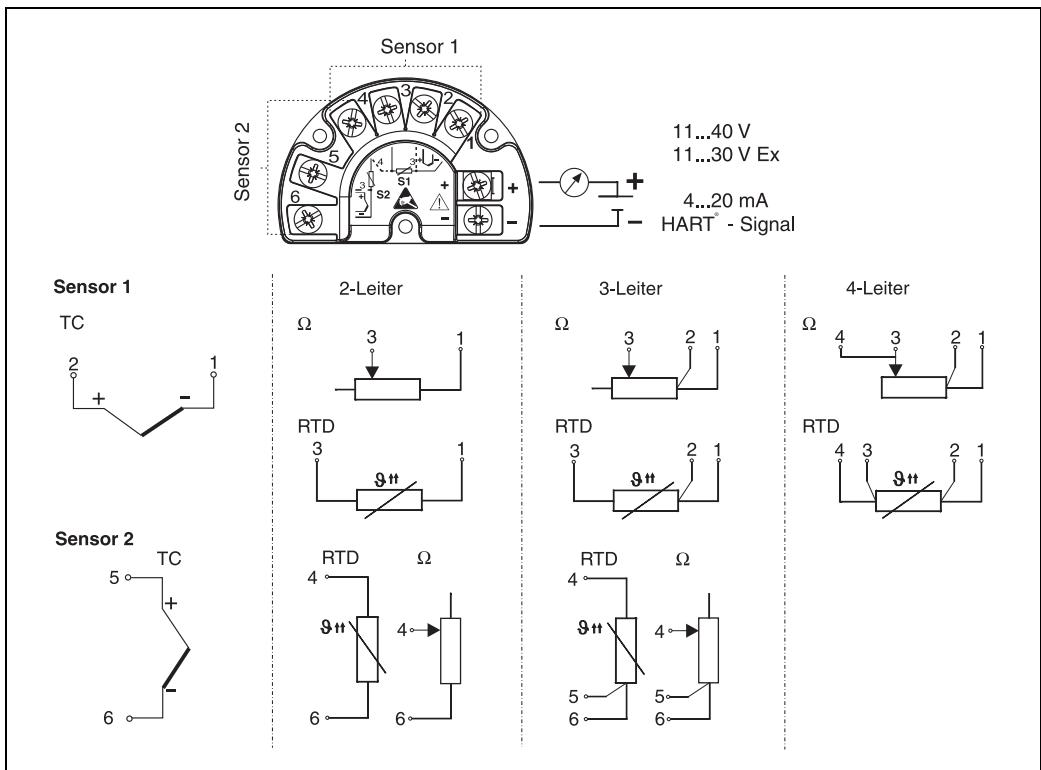

Abb. 5: Verdrahtung des Feldtransmitters
3. Schliessen Sie die Leitungen gemäß → Abb. 5 an.
Die Klemmenbelegung der Sensoranschlüsse entnehmen Sie bitte → Abb. 5. Bei zwei Sensoreingängen sind folgende Anschlusskombinationen möglich:
Ist die Klemmenbelegung richtig? Vergleichen Sie das Anschlusschema vom Klemmenblock oder → Abb. 5.	siehe Anschlusschema am Gehäuse